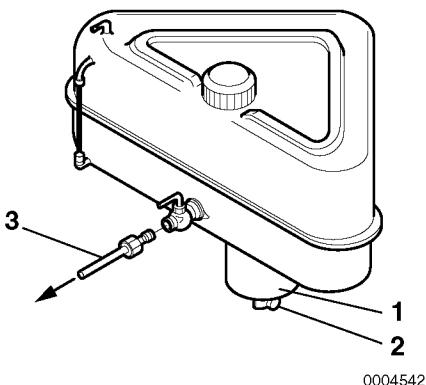

Figure 2
Installez un robinet de purge (Figure 2, (2)) au fond du réservoir à carburant pour enlever l'eau et les contaminants de la cuvette de sédimentation (Figure 2, (1)).